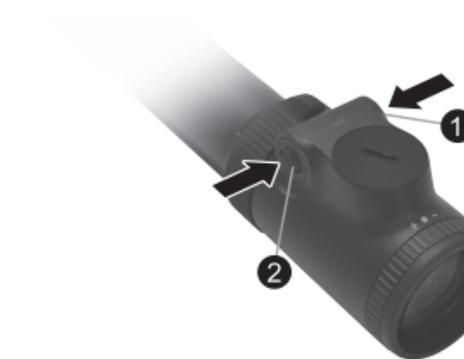

Fig. 3-5
Appuyez sur le bouton de réglage d'illumination "+" ① ou "-" ② pour allumer l'illumination (Fig. 3-5).